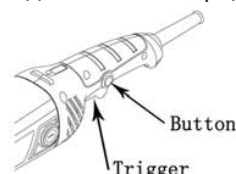

Рисунок 6
2) Сначала слегка нажмите кнопку on/off (вкл/выкл), затем, нажимая переключатель, слегка сдвиньте ее вперед (Рисунок 6).